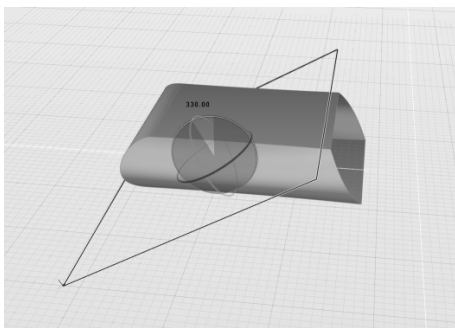

图 4-120 旋转曲线以修改修剪方向
- 读者可尝试旋转载形曲线，获得结果如图 4-120 所示。